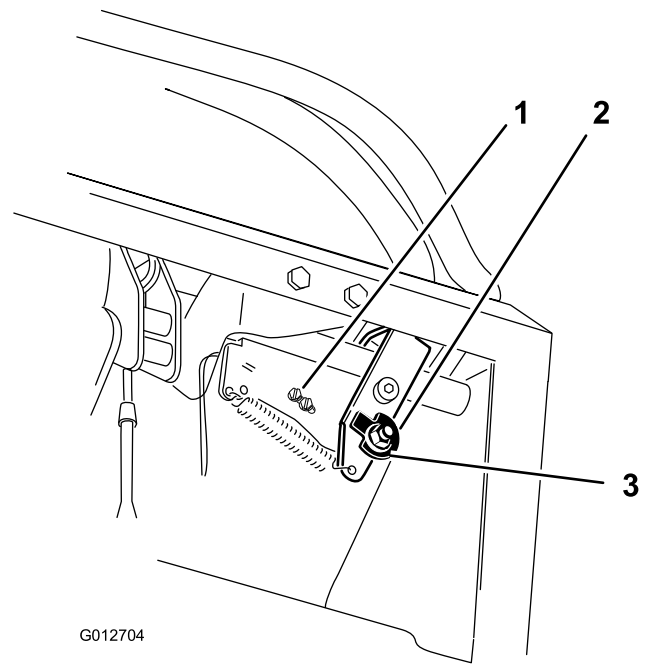
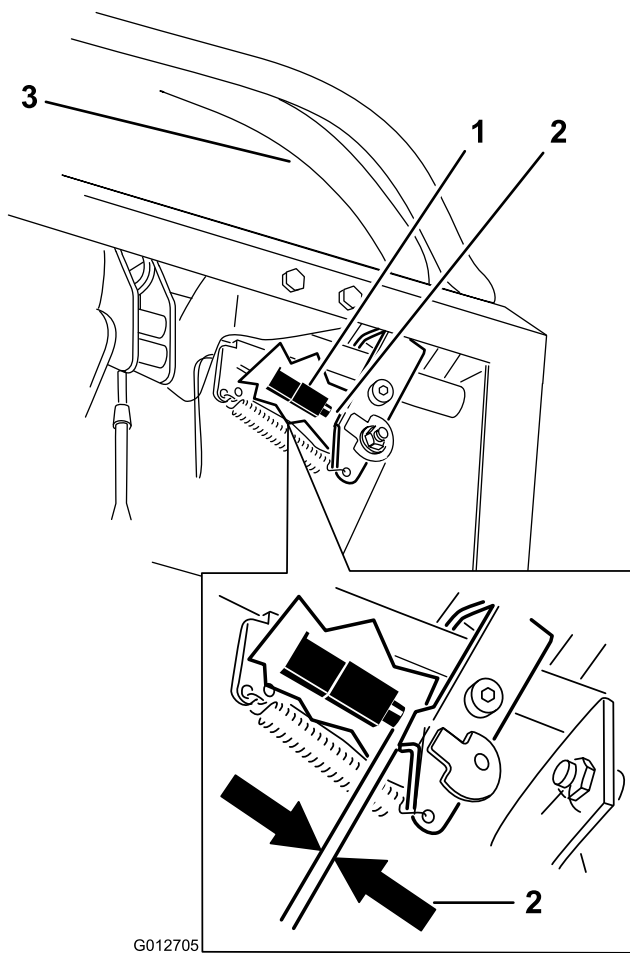

図 68
図 69
10. 図 69 に示されている、コントロール・レバーとスイッチとのすき間を点検する。右側コントロール・レバーがニュートラル位置でロック解除された状態で、すきまが 3mm あることが必要である。
11. 必要に応じてスイッチを固定しているネジをゆるめてスイッチの位置を調整する (図 68 と図 69)。
7. カムを固定しているナットをゆるめる (図 68)。